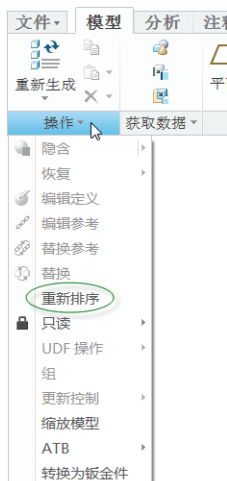
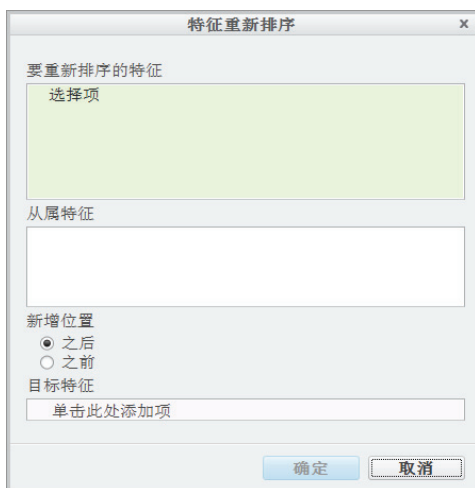

图 9-7 打开“操作”组溢出列表
图 9-8 “特征重新排序”对话框
1) 在功能区的“模型”选项卡中单击“操作”组标签以打开该组的溢出列表，如图 9-7 所示，接着选择“重新排序”命令，弹出图 9-8 所示的“特征重新排序”对话框。